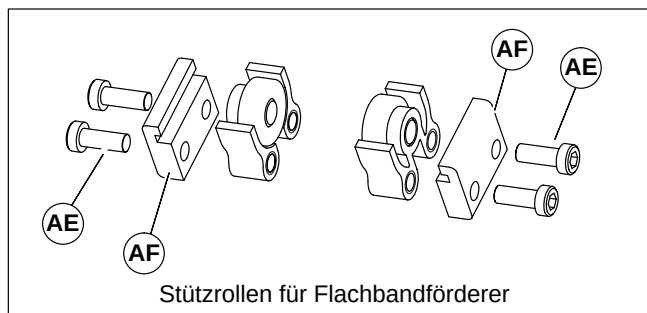

Abbildung 11
2. Schrauben (AE siehe Abbildung 11) und Clips (AF) von der Stützrollenbaugruppe entfernen.